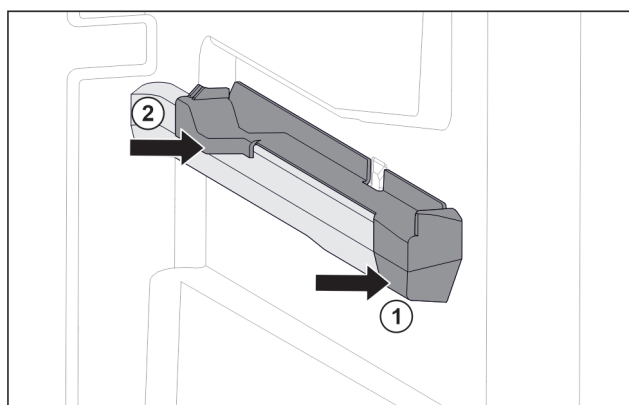

Fig. 104 Nasazovací díl na pravém žebrování na nádoby
- ▶ Nasadte nasazovací díl na žebrování na nádoby. Fig. 104 (1)
- ▶ Přitlačte nasazovací díl k zadní části. Fig. 104 (2)